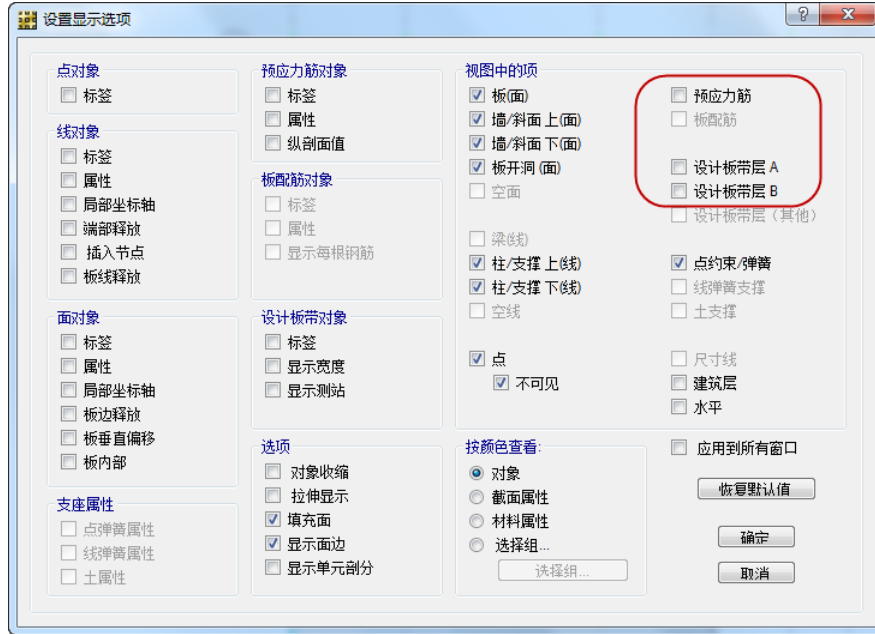

图 34 设置视图选项对话框
- A. 点击命令 **视图菜单 > 设置显示选项**。打开设置显示选项对话框，在视图中的项区域去掉勾选 **预应力筋**、**设计板带层 A**、**设计板带层 B**，如图 34 所示。从而关闭设计板带和预应力筋的显示。